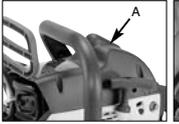

Abb. 21A
2. Retire a cobertura (A), soltando os respectivos parafusos de fixação (fig. 21A).